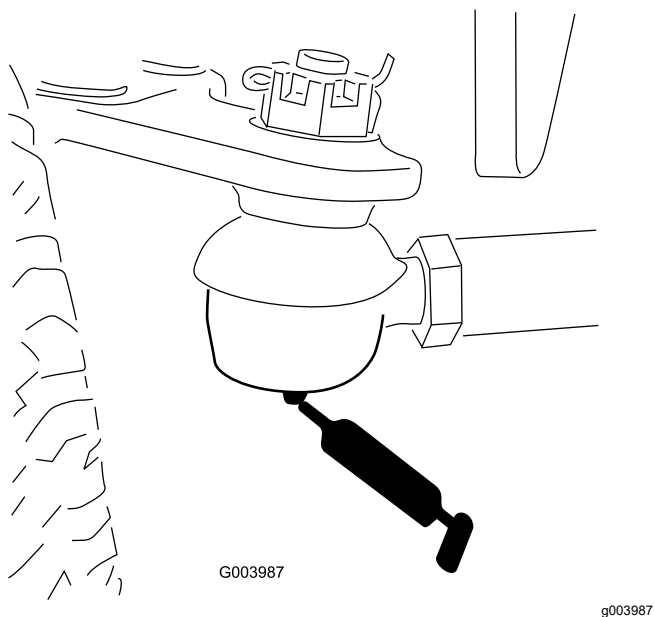

Figura 68
- Tirante del eje trasero (2) – Figura 68